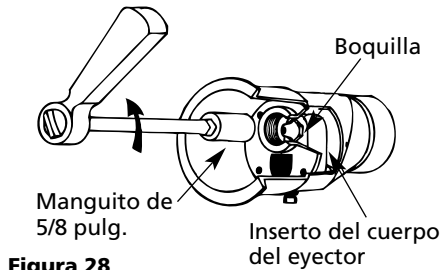

Figura 28
7. Retire la boquilla (si es necesario), desenroscándola con una llave de manguito de pozo profundo de 5/8 pulg. (véase la Figura 28).